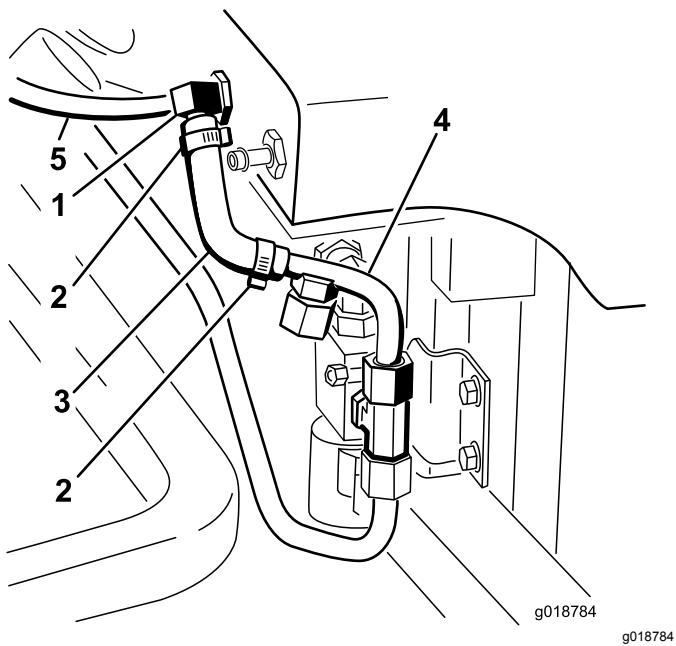

図 32
11. モールドタイプの細い油圧ホースに小さいホースクランプ2個を取り付ける図32。
12. モールドホースの長い方の端部を、油圧オイルタンクの90度T字フィッティングに取り付ける図32。
13. モールドホースの短い方の脚を、油圧ライン4番のバーブ端部に取り付ける図32。
15. 油圧ラインホース5番を、小さい90度T字フィッティングに仮止めする図32。